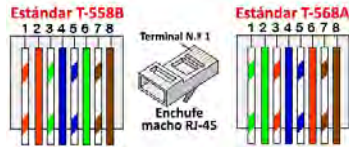

Figura 25: Cableado estándar
- c. Inserte los ocho conductores en un conector RJ45 (consulte *Figura 25*).